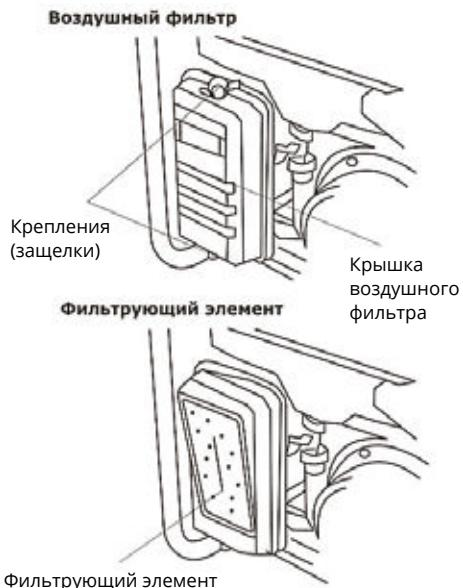

Рис. 5
1. Снимите крышку воздушного фильтра, отсоединив два зажима крышки воздушного фильтра (**рис. 5**).